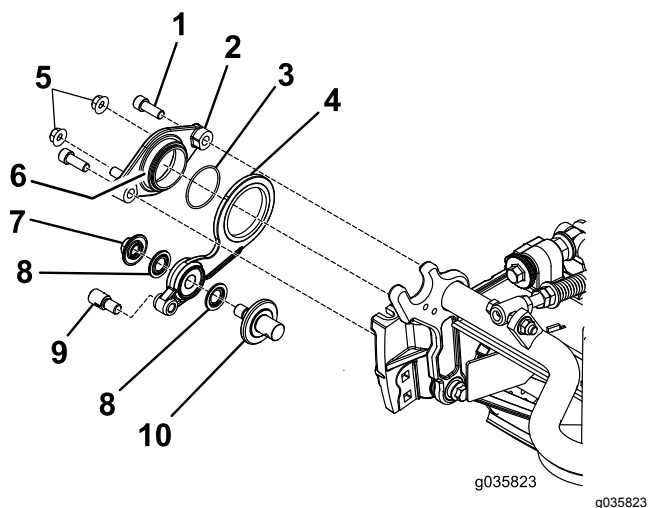

Figura 9
1. Monte as peças que constituem o conjunto do rolete, como se mostra na Figura 9. Aperte a porca flangeada (¾ pol.) com 37 a 45 N·m; aperte o anel de ajuste com 33 a 41 N·m.
4. Aplique composto antigripagem no diâmetro exterior do conjunto do terminal de articulação (Figura 9).
5. Fixe o terminal de articulação sob o conjunto do rolete do cilindro utilizando dois parafusos de cabeça sextavada (Figura 9).
6. Instale sem apertar as duas porcas de bloqueio no terminal da articulação (Figura 9).